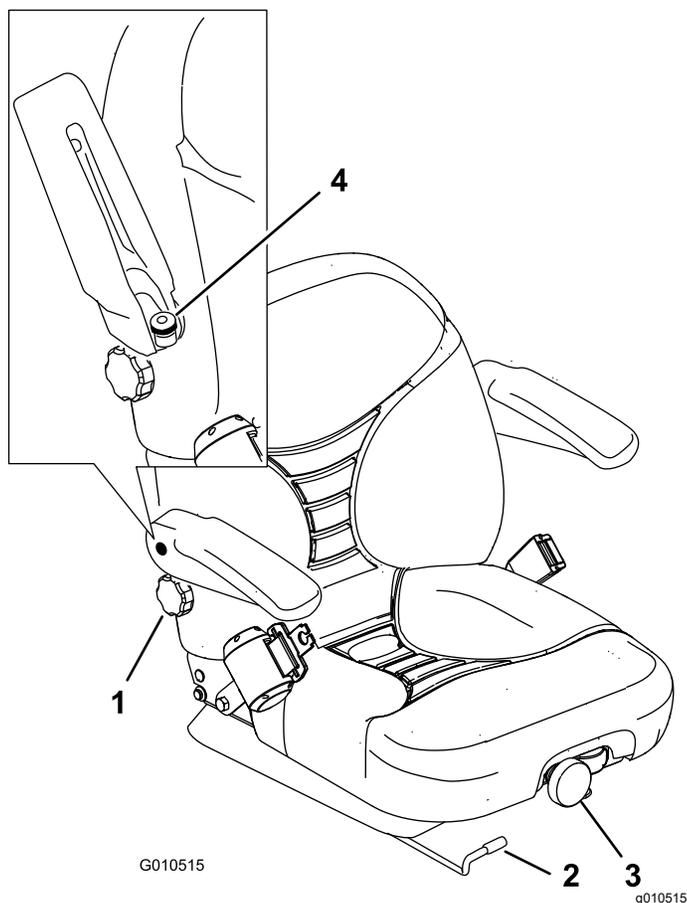

Figura 29
1. Mova a alavanca para o lado e desbloqueie o banco (Figura 29).
Para o ajustar o banco, rode o botão numa das direções para proporcionar o máximo conforto (Figura 29).
Para ajustar, rode o botão, sob o apoio para o braço direito, numa das direções para proporcionar o máximo conforto (Figura 29).
Eleve o apoio dos braços e rode o botão numa das direções para proporcionar o máximo conforto (Figura 29).